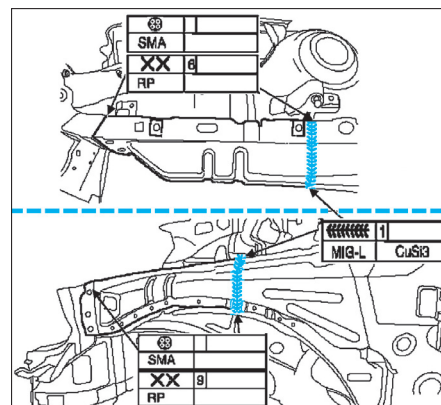

FIG. 6
- Positionner puis souder le renfort de passage de roue (fig. 6).